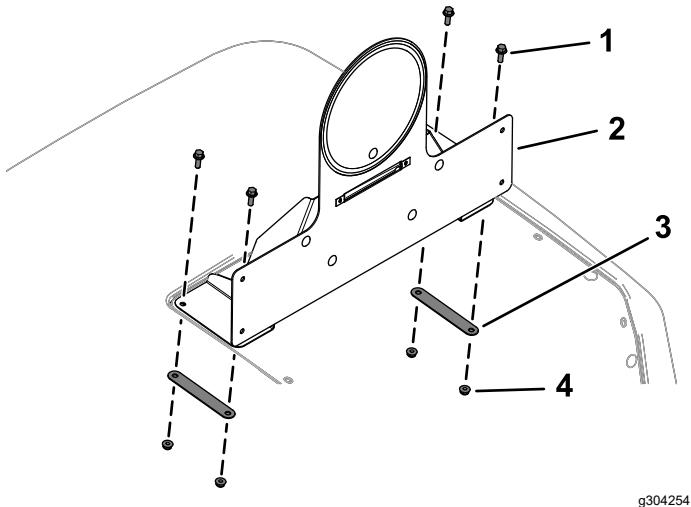

Figure 30
10. Fixez le support du panneau de vitesse sur le capot à l'aide de 4 boulons à embase ($\frac{1}{4}'' \times \frac{3}{4}''$), 2 supports arrière et 4 contre-écrous ($\frac{1}{4}''$), comme montré à la Figure 30.